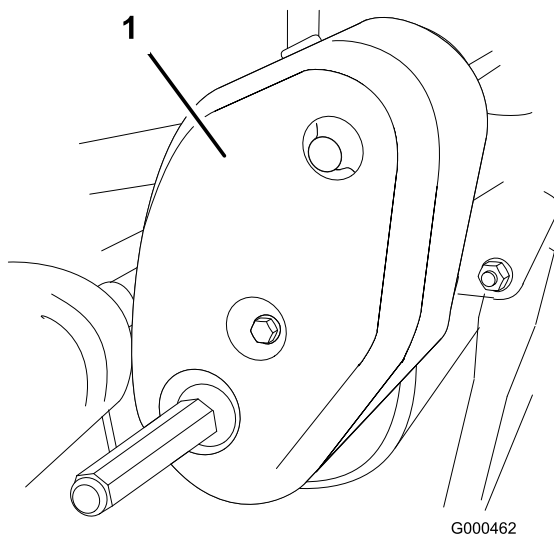

図 40
1. ベルト・カバー取り付けネジ（図 40）を外してベルトを露出させる。